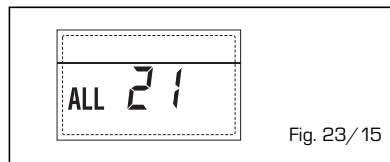

Fig. 23/15
- **INTERVENTO TERMOSTATO SICUREZZA SECONDA ZONA MISCELATA "ALL 22" (fig. 23/16)**